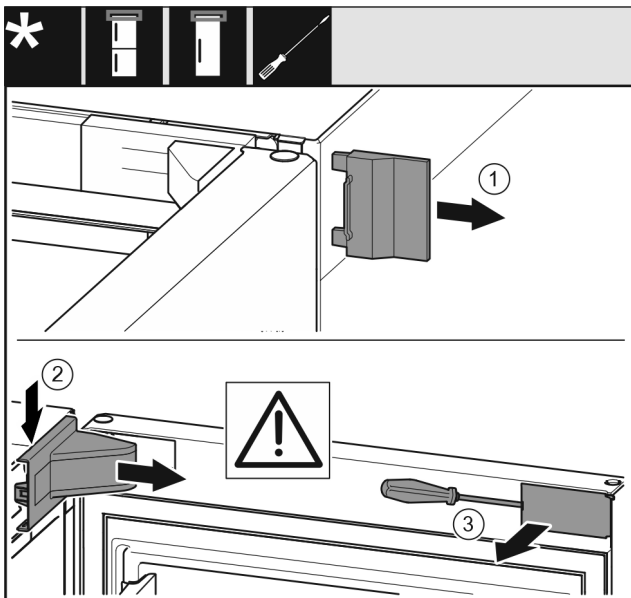

Fig. 10
- ▶ 取下外盖 Fig. 10 (1)。
- ▶ 拆卸并取下托架盖 Fig. 10 (2)。
- ▶ 使用带槽螺丝刀松开隔板 Fig. 10 (3)并把它转到一边。